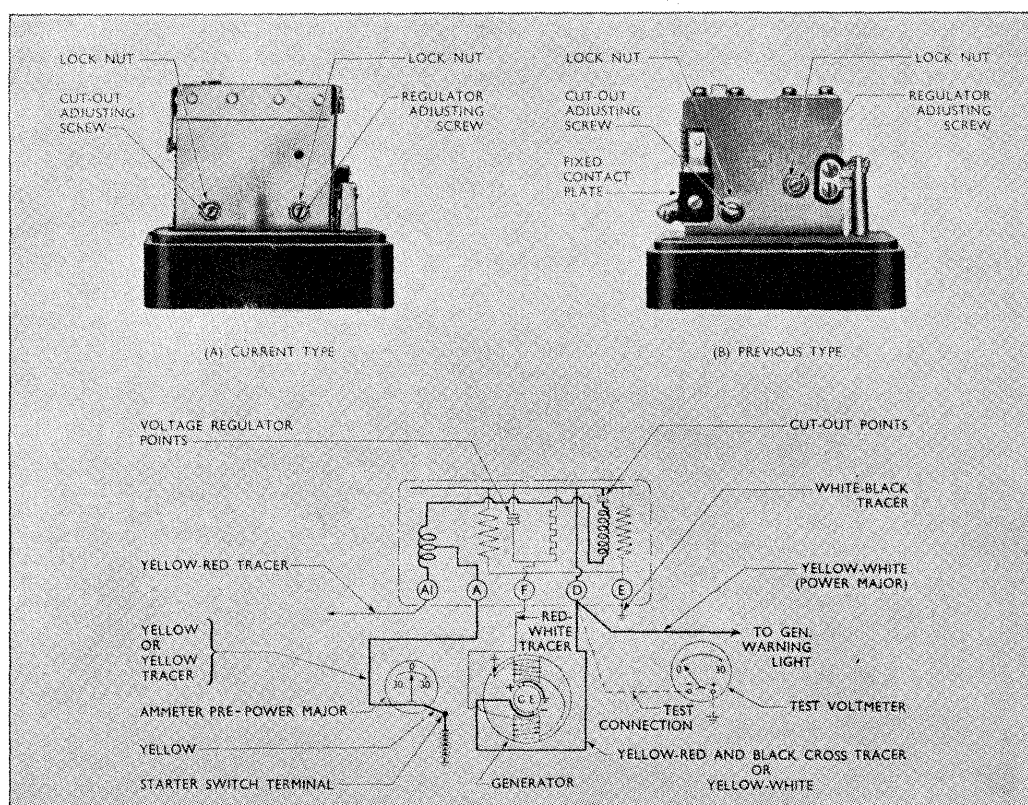

Fig. 59. Kontrolboksen – øverst til venstre den nyere type og til højre den tidligere anvendte type.
Kontrolboksen skiftede type ved motor nr. 1426221. Justeringerne på såvel spændingsregulator som tilbagestrømsrelæ er forskellige for de to typer – se fig. 59–64.
- 7: Indstil justerskruen således, at regulatoren ved 20 °C i åbent kredsløb giver 15,6 til 16,0 volt (se forbindelsen af prøvevoltmetret i fig. 59).
- 1: Forbind et voltmeter (0–25 volt) mellem »D« og stel (fig. 59).
- 2: Speed motoren *langsomt* op og kontroller spændingen umiddelbart før kontakterne lukker. Denne skal ligge mellem 12,7 og 13,3 volt. Spændingen kan justeres ved hjælp af Cut-out adjusting screw (fig. 59), hvis kontramøtrik løsnes. Drejes venstre om (mod uret) arbejder relæet ved lavere spænding og drejes højre om, er det modsatte tilfældet. Justerskruen skal kun drejes lidt ad gangen, kontramøtrikken spændes, spændingen kontrolleres o.s.v.